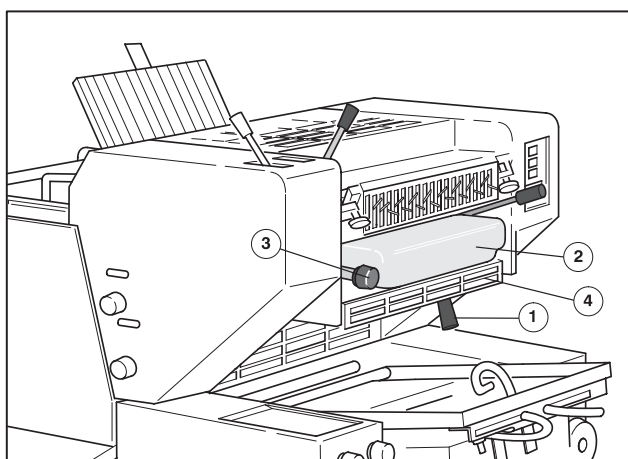

Рис. 12 Аппарат увлажнения 2 соединить с красочным аппаратом 2
- ❶ Снять емкость для увлажняющего раствора (Рис. 12/❷).
- ❷ Установить поворотную ручку для дозирования увлажняющего раствора (Рис. 12/❸) на "5".
- ❸ Откинуть вверх защитное ограждение под емкостью для увлажняющего раствора.
- ❹ Откинуть вниз защитное ограждение перед ванной для увлажняющего раствора (Рис. 12/❹).
- ❺ Вынуть ванну для увлажняющего раствора.
- ❻ Закрыть оба защитных ограждения.
- ❼ Рычаг (Рис. 12/❶) установить вверх, чтобы соединить увлажняющий аппарат 2 с красочным аппаратом 2.